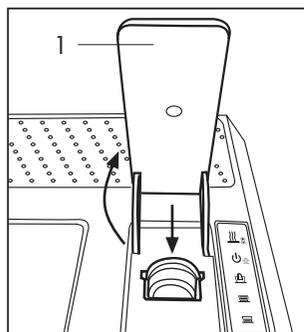

Fig. 9
- Ouvrir lentement (jusqu'à l'arrêt) le levier de commande (1) et introduire une capsule dans le logement prévu à cet effet (Fig. 9)